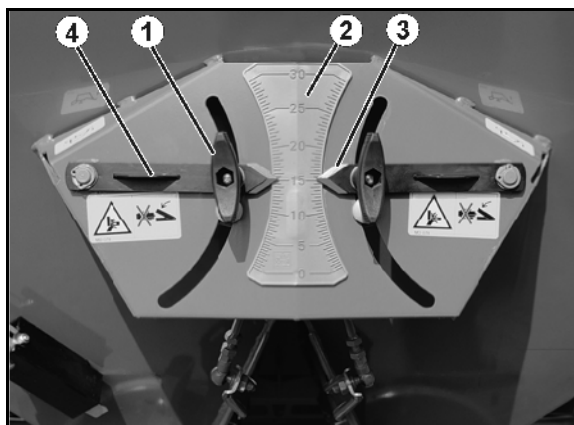

Рис. 64
2. Ослабьте зажимной рычаг (Рис. 64/2).
3. По шкале (Рис. 64/1) найдите значение для положения заслонки, определённое из таблицы норм внесения удобрений или с помощью приспособления для установки сеялки на норму высева.
4. Установите указатель (Рис. 64/4) стрелки (Рис. 64/3) на значение шкалы.
5. Снова затяните зажимной рычаг (Рис. 64/2).